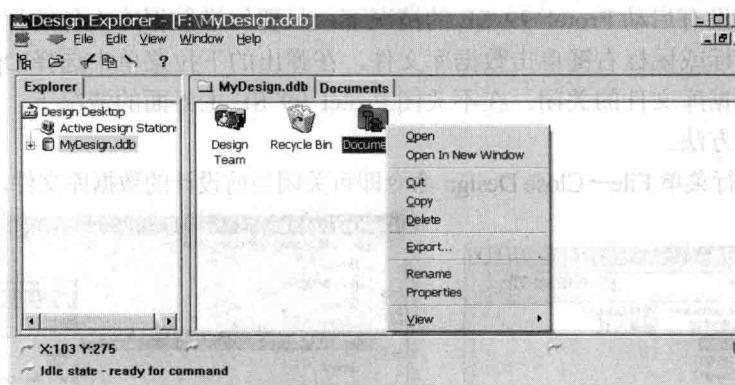

图 1-14 打开设计文件夹
(1) 为了方便文件管理，一般将所有设计文件放在设计数据库的专用文件夹中，所以双击工作窗口中 文件夹图标或鼠标右键单击图标，在弹出的快捷菜单中选择 Open 命令打开 (Documents Folder) 文件夹，如图 1-14 所示。